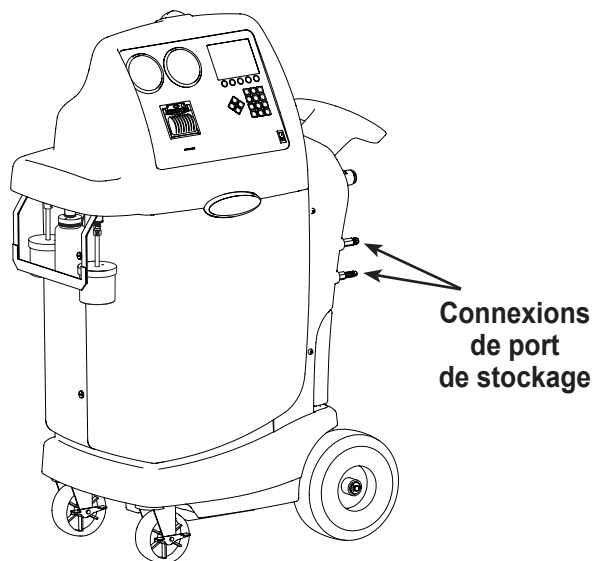

Figure 7
1. Raccordez les tuyaux de service aux connexions d'orifice de stockage de l'unité (illustrées à la Figure 7).